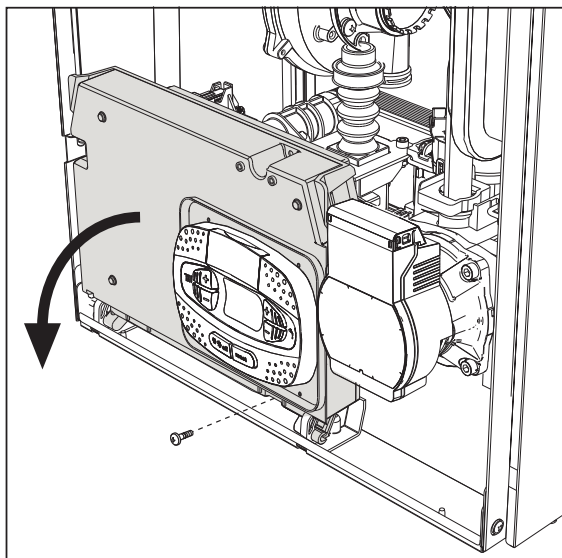
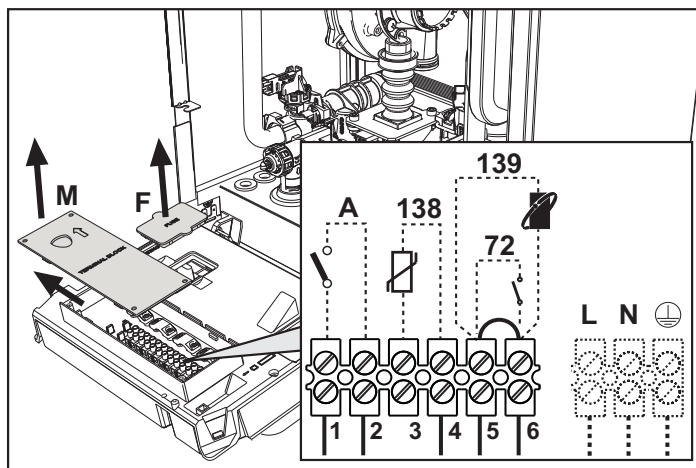

fig. 19
fig. 20
Dopo aver tolto il pannello frontale (*** 'Apertura del pannello frontale' on page 32 ***) è possibile accedere alla morsettiera (M) e al fusibile (F) seguendo le indicazioni descritte di seguito (fig. 19 e fig. 20). **I morsetti indicati nella fig. 20 devono essere a contatti puliti (non 230V).** La disposizione dei morsetti per i diversi allacciamenti è riportata anche nello schema elettrico alla fig. 63.
Configurazione Interruttore ON/OFF (A fig. 20)